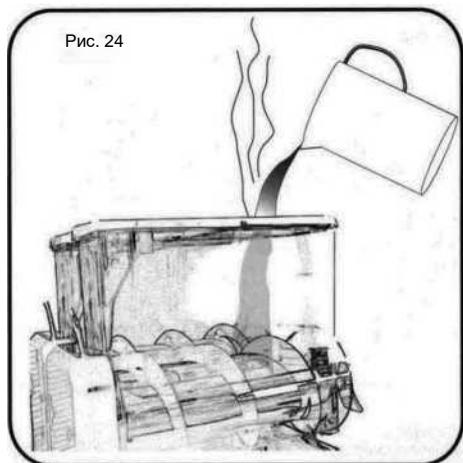

Рис. 24
22. Выключите питание. Наполните резервуар теплой водой и опорожните его, просто воспользовавшись краном (см. рис. 24 и 25).